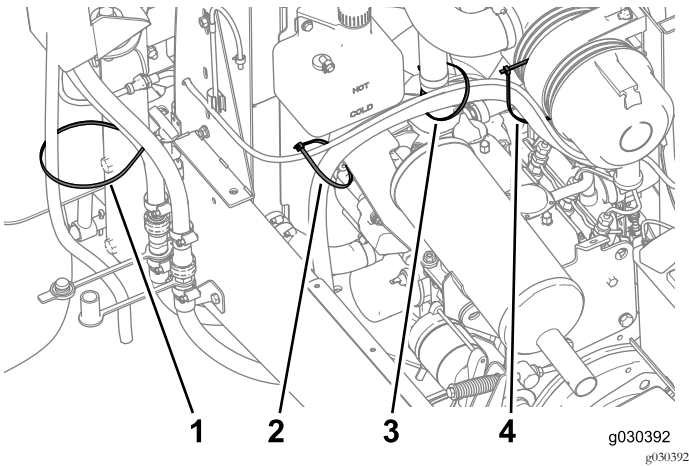
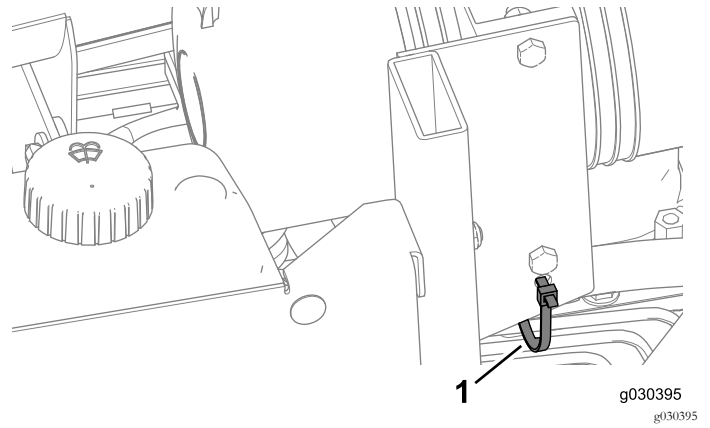

Figure 42
Figure 43
7. Attachez les flexibles en position avec des serre-câbles (Figure 42 et Figure 43).